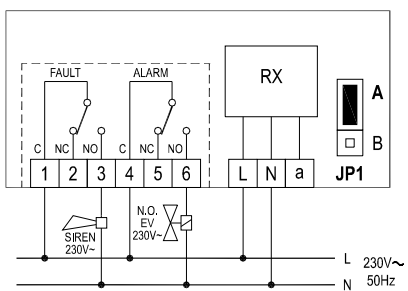

Fig. 9
- 7 Eseguire i collegamenti elettrici seguendo lo schema di collegamento di Fig. 9, 10, 11 o 12 ed il paragrafo "Collegamenti elettrici".